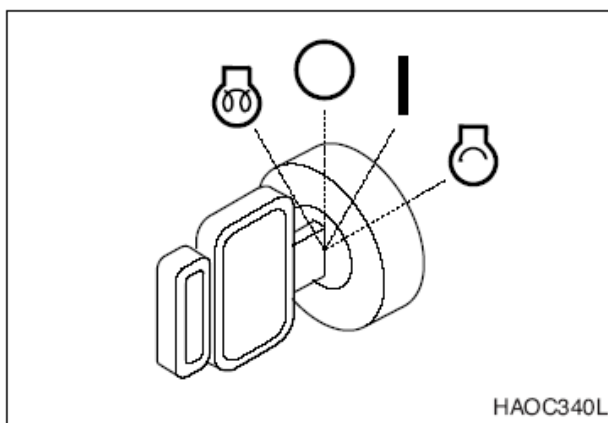

Рис. 26
- Выключить двигатель поворотом ключа стартера в положение "O" (OFF) (рис. 26).